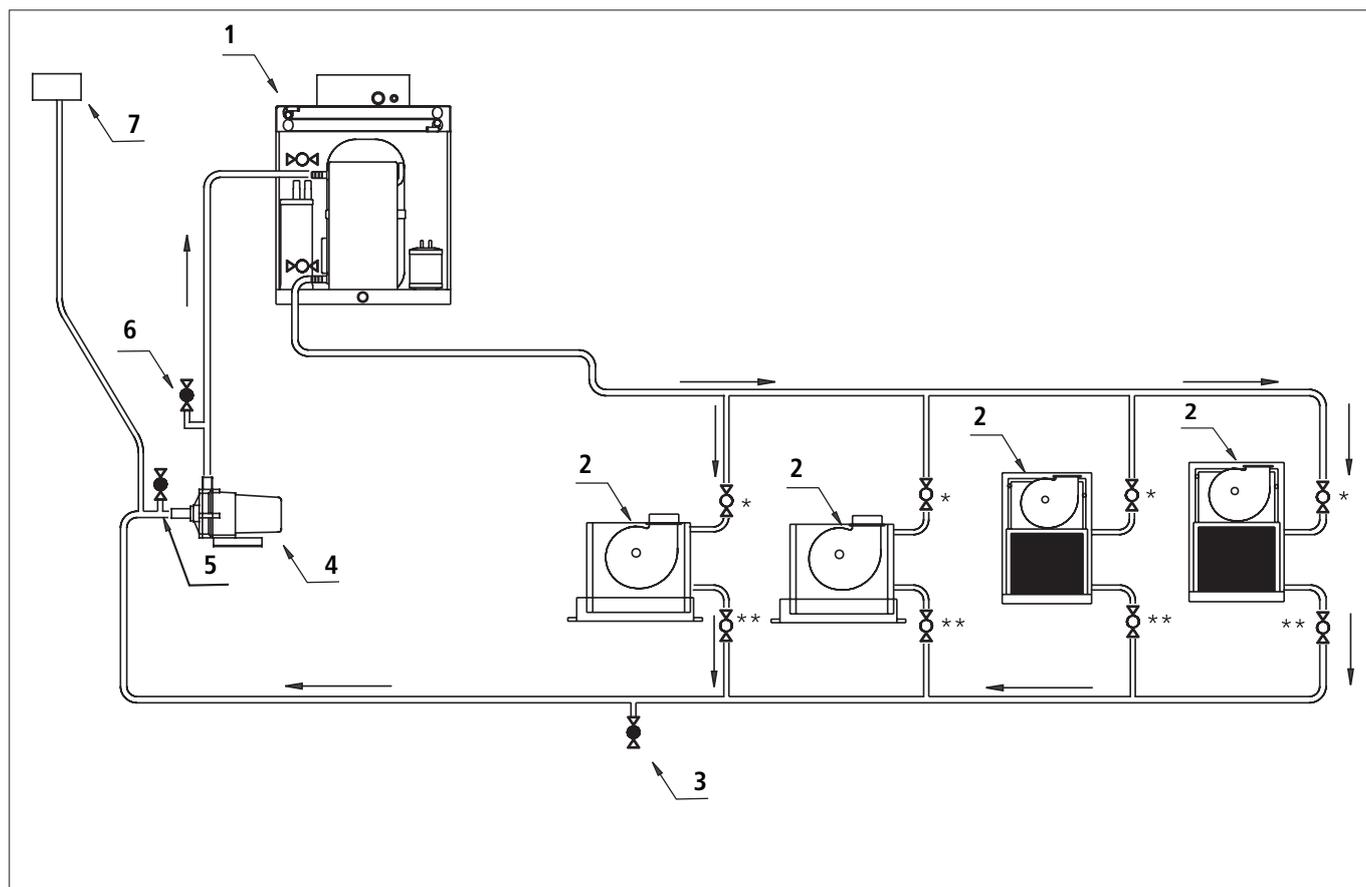

Рис. 8 Пример контура холодной воды открытой системы с 1 холодильным агрегатом и 4 фанкойлами
► Монтируйте трубопроводы холодной воды в соответствии с Рис. 8 или Рис. 22.